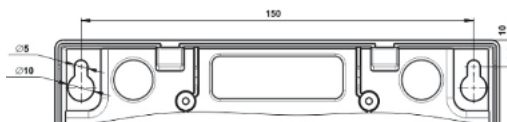

Рисунок 1 - Установочный чертёж корпуса прибора
- Просверлить в стене два отверстия (разметка отверстий – см. Рисунок 1).